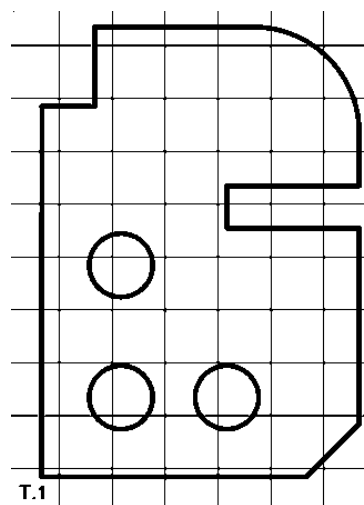

Рис. 55. Создание окружностей
3. Создание окружностей (рис. 55):